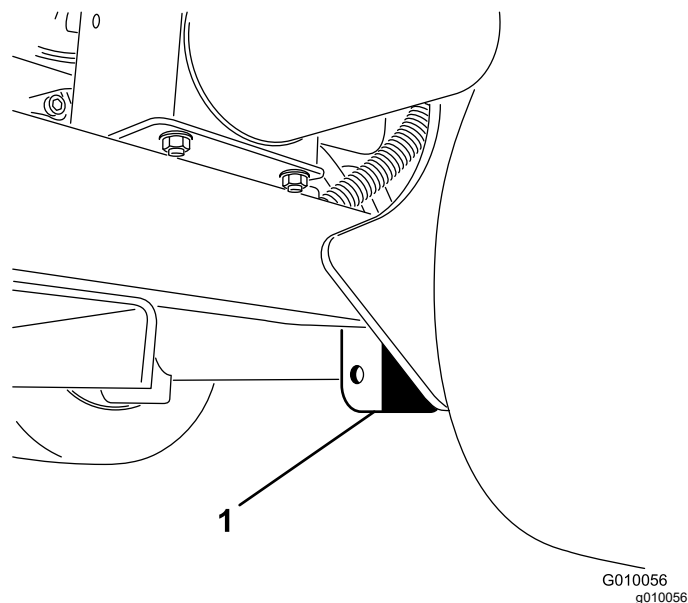

Figura 38
3. Coloque el gato firmemente debajo de la placa del bastidor, justo por dentro de la rueda trasera (Figura 38).